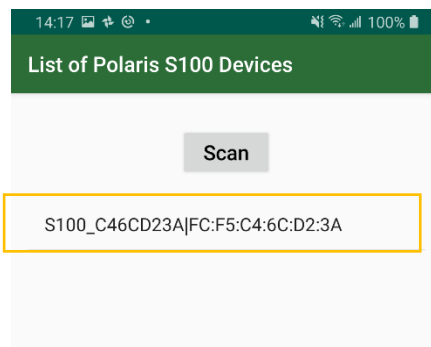

Figura 3-2
3. Inicie la aplicación de Android "Polaris Connect" y seleccione el dispositivo S100 emparejado. Consulte la Figura 3-2.